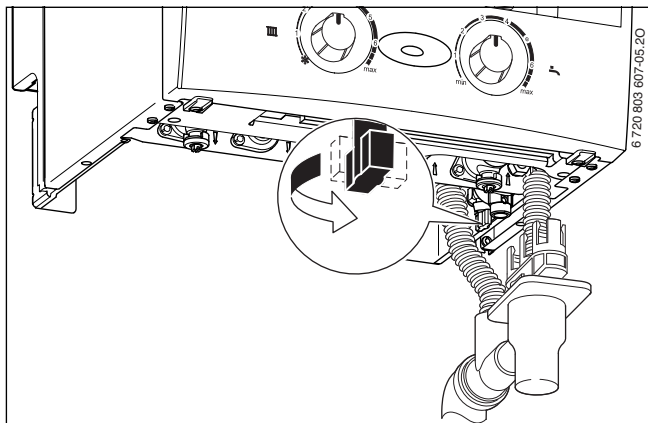

Fig. 5
Sicuramente l'installatore Vi ha indicato come eseguire il riempimento. In caso contrario, rivolgersi alla ditta installatrice. Il rubinetto di riempimento si trova nella parte inferiore a destra della caldaia (fig. 5).
- ▶ Procedere al riempimento agendo tramite il rubinetto di riempimento (→ fig. 5) fino a quando la lancetta indicherà una pressione compresa tra 1 e 2 bar.